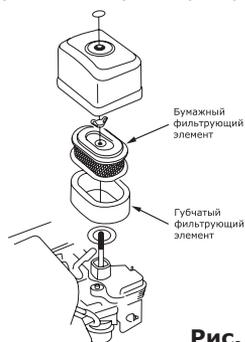

Рис. 18
- Откройте крышку фильтра (рис. 18).